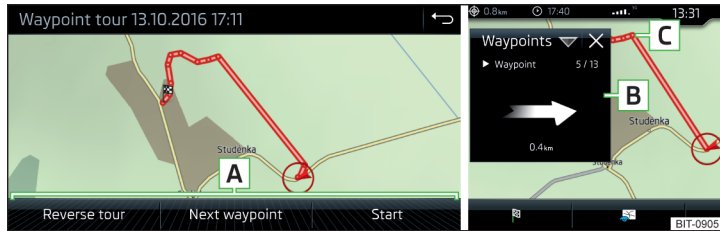

Abb. 231 Anzeige einer Wegpunkt-tour / Abfahren einer Wegpunkt-tour
- › Eines der folgenden Menüs auswählen **A** » Abb. 231.
Während des Abfahrens einer Wegpunkt-tour erfolgt im Zusatzfenster **Wegpunkte** die Anzeige der Richtung sowie des Abstands zum nächsten Wegpunkt, der fortlaufenden Nummer des nächsten Wegpunktes sowie der Gesamtzahl der Wegpunkte **B** » Abb. 231.
Die Wegpunkt-tour von der Fahrzeugposition zum nächsten Wegpunkt „nimmt“ während der Fahrt sukzessive „ab“ **C** » Abb. 231.
- > Anzeige der Wegpunkt-tour » Abb. 231 auf Seite 202